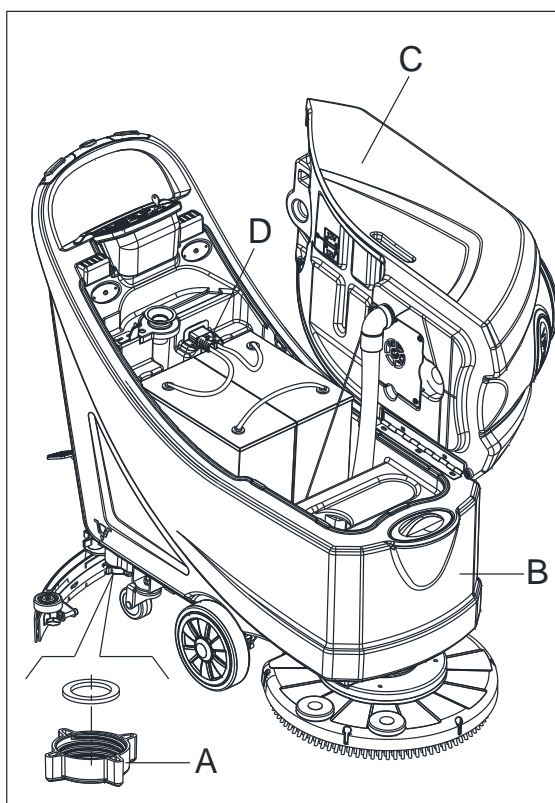

Figura 13
7. Svuotare il serbatoio di soluzione con il tubo (A, Figura 13). Dopo il lavoro, sciacquare il serbatoio con acqua pulita.
2. Svuotare i serbatoi (B e C, Figura 13) come mostrato nel paragrafo precedente.